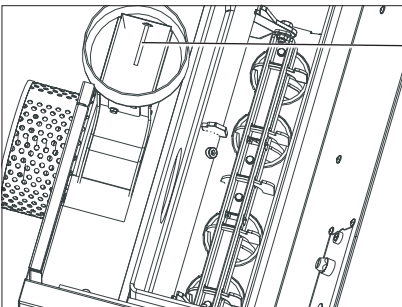

Fig. 67 Nachheizflächen oben reinigen
- ▶ Obere Teile der Nachheizfläche vollständig abreinigen – Fig. 67.